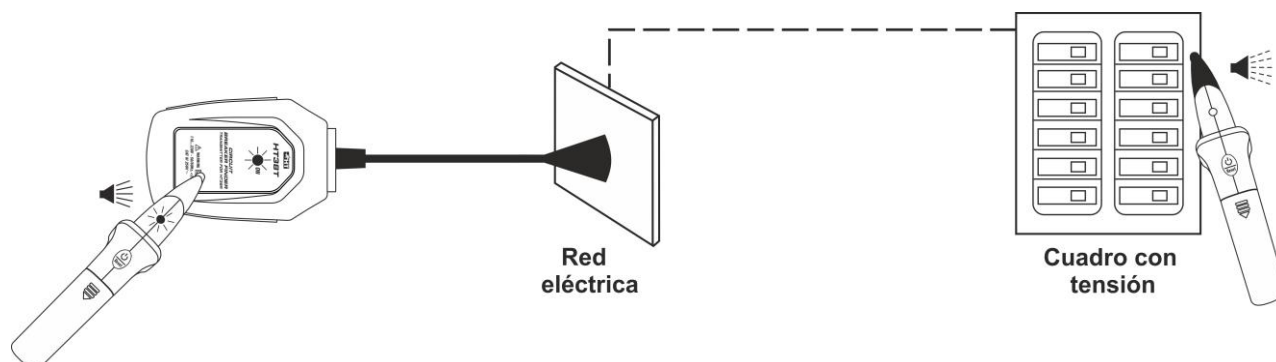

Fig. 3: Conexión unidad transmisor al circuito en prueba
2. Conecte el transmisor a la red eléctrica a través de la toma integrada. El LED ON sobre la parte frontal (ver Fig. 2 – parte 2) se enciende y la unidad automáticamente activa y emite la señal en el circuito en prueba (ver Fig. 3)
3. Acercar el elemento sensible del receptor sobre el transmisor (ver Fig. 3) y verifique la emisión de un sonido continuo () , el encendido del LED verde (ver Fig. 1 – parte 3) y el apagado del LED rojo (ver Fig. 1 – parte 2) indicando el reconocimiento de la señal
4. Mueva el receptor en proximidad por el cuadro eléctrico con tensión en dirección de la intensificación del sonido intermitente emitido por la unidad al acercamiento a la fuente de búsqueda (ver Fig. 3)